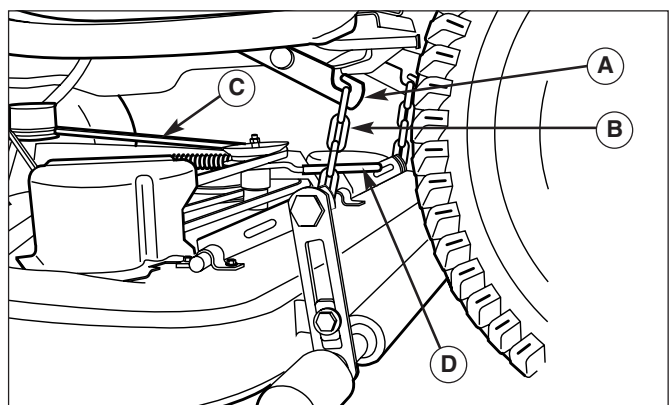

Figure 16. Relevage de tondeuse
3. Utiliser le bras de tension (D, figure 16) pour relâcher la tension sur la courroie de la PDF et enlever la courroie de la poulie de la PDF.
4. Appuyer sur les crochets de relevage (A, figure 16) et décrocher les chaînes de relevage (B).